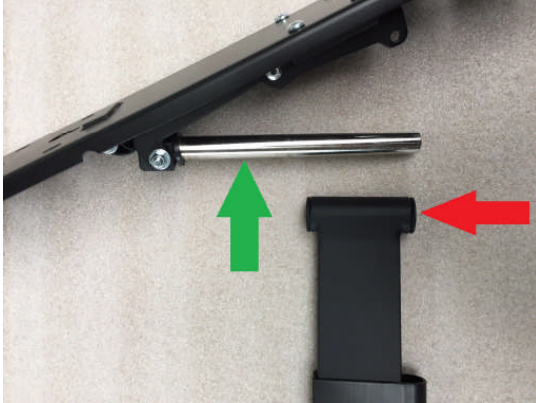

Abb. 3
- 5) Die Achse (Abb. 3 grüner Pfeil) aus der Buchse (Abb. 3 roter Pfeil) am Ende des Auslegearmes ziehen.